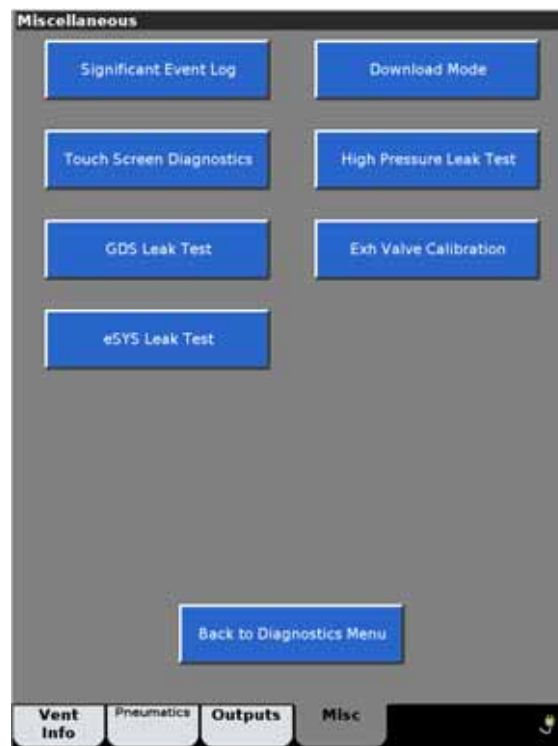

Abbildung E-10: Bildschirm *Miscellaneous* (Sonstige Services)
- 2 Daraufhin wird der Bildschirm **Miscellaneous** (Sonstige Services) geöffnet (Abbildung E-10). Wählen Sie **Significant Event Log** (Hauptereignisprotokoll).